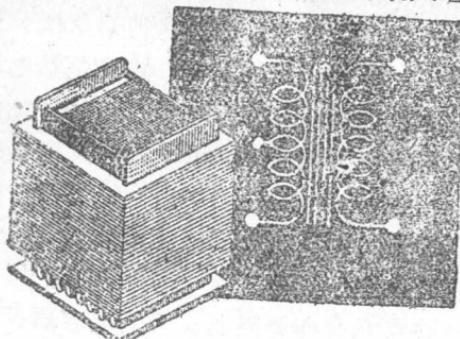

图15 输出变压器
2.输出变压器 如图15所示，构造和电源变压器相似。初級綫圈有引出綫三条，两端接推挽管的屏极，中間接电源的正极。用欧姆表測量，两端电阻最大，中間到每一边的电阻約为最大电阻的一半。次級綫圈与揚声器連接，因圈数較少，电阻也小。